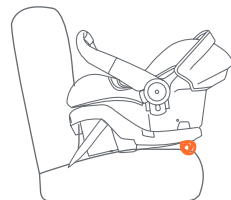

Fig. 54-2
- Si es necesario elevar la parte trasera de la sillita de seguridad, coloque una toalla ceñidamente enrollada o un tubo flotador debajo de la parte trasera de la base hasta que el indicador de nivel muestre la línea de nivel paralela con el suelo para ocupantes de entre 22 y 35 lb (Fig. 54-2). Vuelva a ceñir el cinturón de seguridad del vehículo según se indica en la sección **Cómo sujetar la sillita de seguridad o la base en el vehículo**, en la página 37.